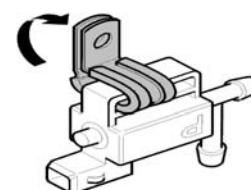

Fig. 3
- Colocar en la válvula secuenciadora los nuevos soportes con aislante de goma (Fig. 3).